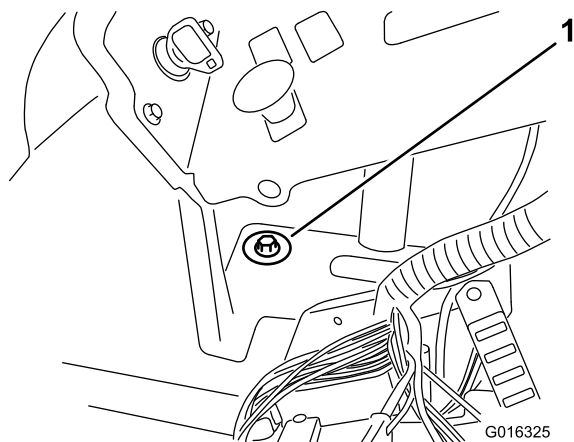
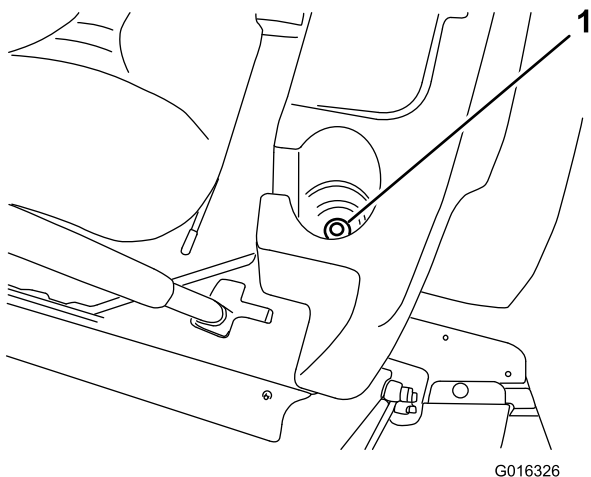
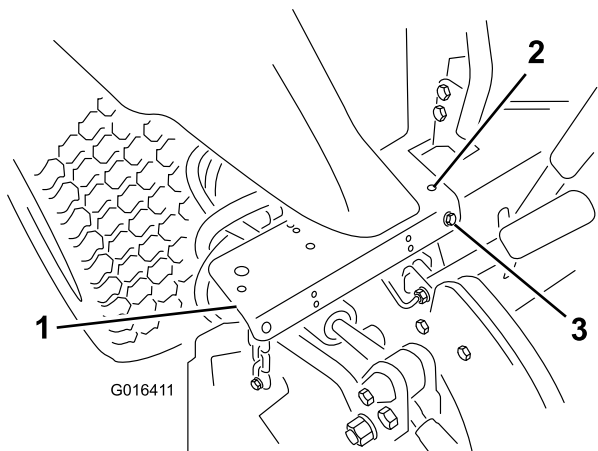
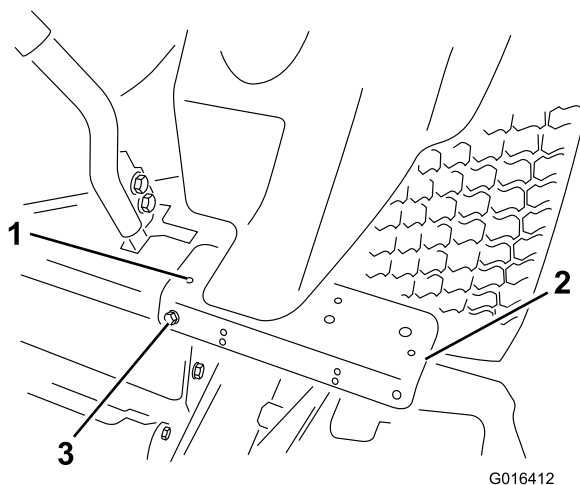

Figura 4
Figura 5
Figura 6
Figura 7
2. Afloje los dos pernos de retención del depósito de combustible diesel (Figura 4 y Figura 5) justo lo suficiente para poder deslizar los soportes de las luces delanteras entre la plataforma y el depósito (Figura 6 y Figura 7).
4. Perfore un taladro de 5 mm en cada soporte en la posición indicada en Figura 6 y Figura 7.